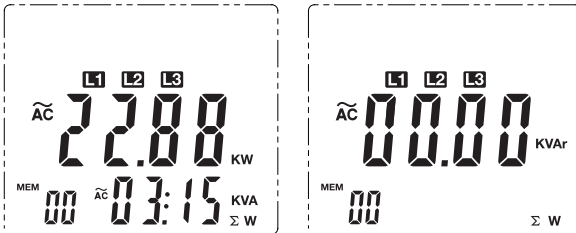

Abbildung 9
7. Drücken Sie die L1-L2-L3-Taste, um die erste Phase L2. Die primäre Anzeige zeigt die kW für Phase L1 und das sekundäre Display zeigt den Phasenwinkel (PG).
8. Drücken Sie die Taste Σ zu speichern und die Summe der gemessenen Wert für L2. (Abbildung 9). Die primäre Anzeige zeigt die kW für die Phase L2 und das sekundäre Display zeigt den Phasenwinkel (PG).
10. Drücken Sie die L1-L2-L3-Taste, um die erste Phase L3. Die primäre Anzeige zeigt die kW für Phase L3 und das sekundäre Display zeigt den Phasenwinkel (PG).
13. Σ Taste für 1 Sekunde, um die Phase 3 Summe der kW auf dem Hauptdisplay, und kVA auf dem sekundären Display. (Abbildung 9)
9. Nach der Aufnahme der kW-Messwert für die L3-Phase, Drücken und halten Sie die Σ Taste für 1 Sekunde, um die Phase 3 Summe der kW auf dem Hauptdisplay, und kVA auf dem sekundären Display. (Abbildung 9)
für Abbildung 9: Für 3-Draht $\Sigma W = W1 W3$